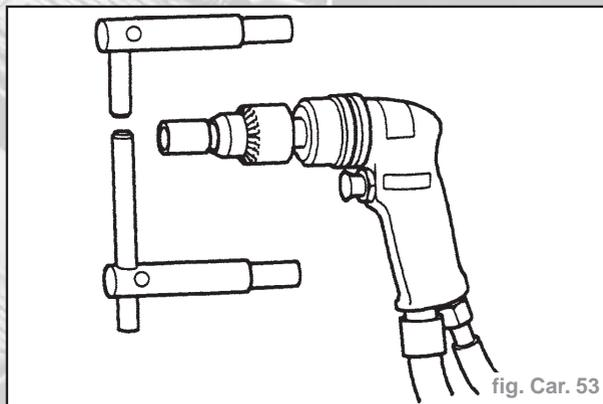

fig. Car. 53
- Choisir des bras de soudage par points et façonner les pointes des électrodes à l'aide d'un appareil approprié (Fig. Car. 53).